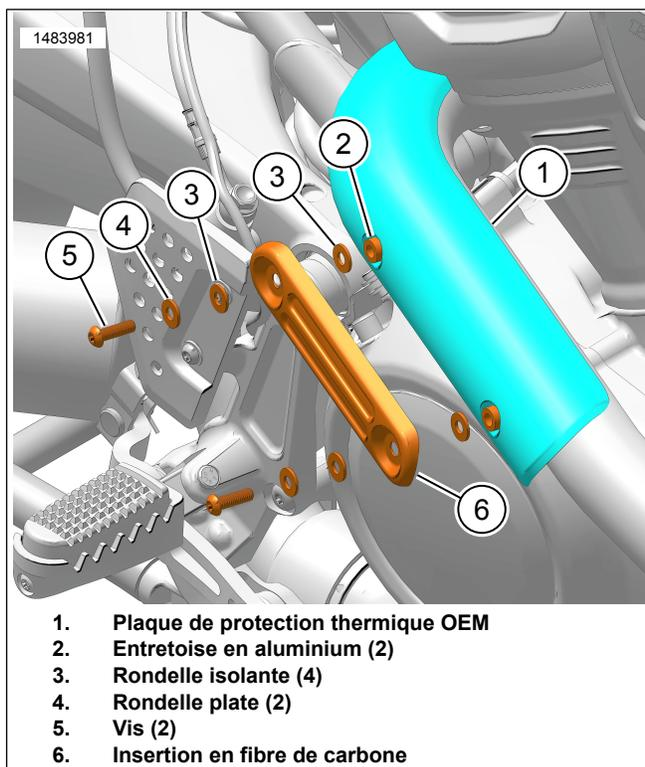

Figure 3. Insertion en fibre de carbone
1. Figure 3 Appliquez de l'adhésif frein-filet sur les vis (5).